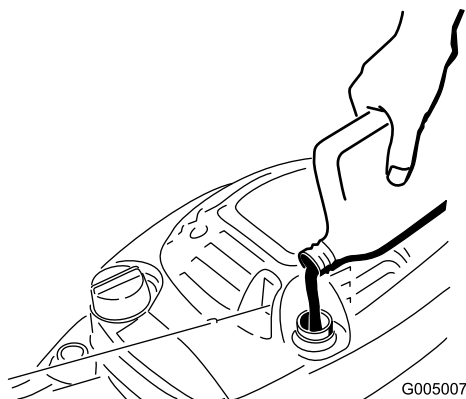

Figure 35
4. Versez de l'huile **lentement** dans le goulot de remplissage pour faire monter le niveau de liquide jusqu'au repère du plein (**Full**) sur la jauge (Figure 35). **Ne remplissez pas excessivement.** (Remplissage max. : 0,59 l (20 onces), type : huile détergente SAE 30W de classe de service API SF, SG, SH, SJ, SL ou supérieure.